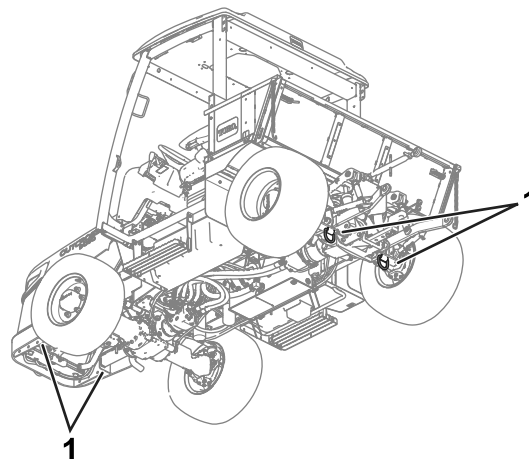

Рисунок 67
- Надежно зафиксируйте машину (Рисунок 67) с помощью скоб крепления.